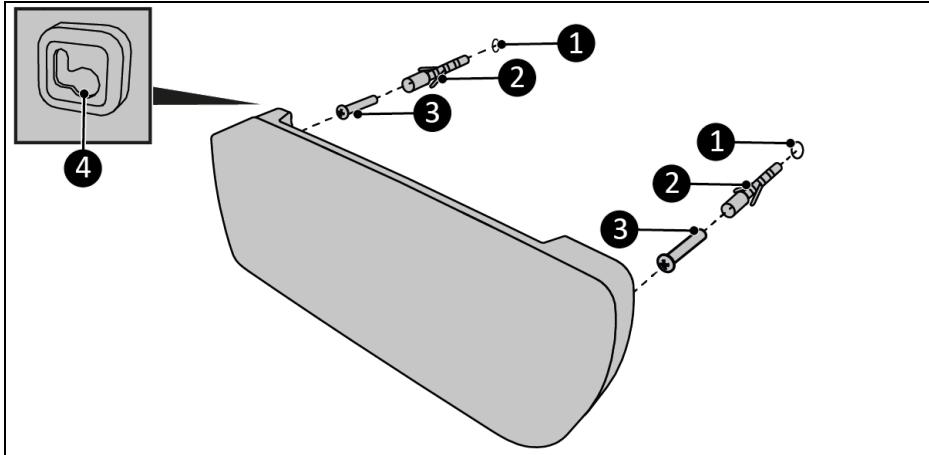

Figura 8
4. Efectuați două găuri de 10 mm la 39,4 cm orizontal una de celalăță în poziția dorită (Figura 8, poz. 1).
5. Introduceți dibrurile în găuri (Figura 8, poz. 2).
6. Strângeți bine șuruburile în dibruri (Figura 8, poz. 3). Asigurați-vă că șuruburile ies în afară 10 mm.
7. Puneți inelele de agățare de pe spatele dispozitivului peste șuruburile din perete (Figura 8, poz. 4).